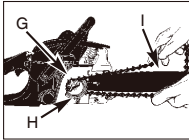

Fig. 3E
8. Spingere la catena attorno alla ruota dentata (G) dietro la frizione (H). Assicurarsi che gli elementi tra i denti della ruota siano inseriti. (Fig. 3E)
scanalatura (I) e attorno all'estremità della barra di guida. (Fig. 3E)